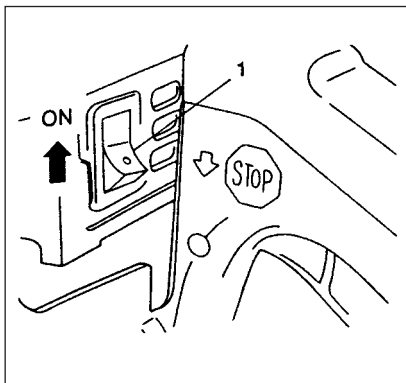

Fig. 2-2
#### Arranque (Fig. 2-2, 2B, 3, 4, 4B)
1. Fijar la llave de ignición (1) en la posición ON (encendida). (Fig. 2-2)